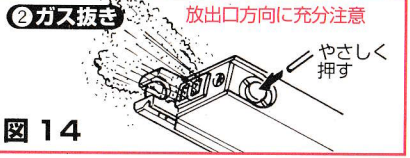

図 14
② 約3~4秒後注入音が変わり、注入バルブ周りから液状ガス(いわゆる生ガス)が吹き出たら注入完了です。ポンペをすぐに離してください。ガス注入後は上部の放出バルブに絶対に触れないでください。⇒図14参照
②ガス抜き ⇒図14参照